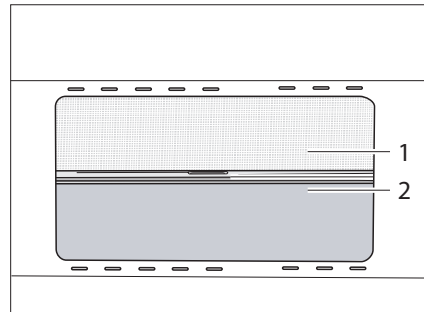

Figure 12 Fenêtre projetante
- Saisir l'encoche (Figure 12,2) et tirer le store occultant de haut en bas jusqu'à la hauteur désirée.
- Saisir l'encoche (Figure 12, 2) et faire glisser le store occultant vers le haut.
- Tirer la moustiquaire vers le bas à l'aide de la poignée (Figure 12,1).
- Faire glisser la moustiquaire vers le haut à l'aide de la poignée (Figure 12,1).